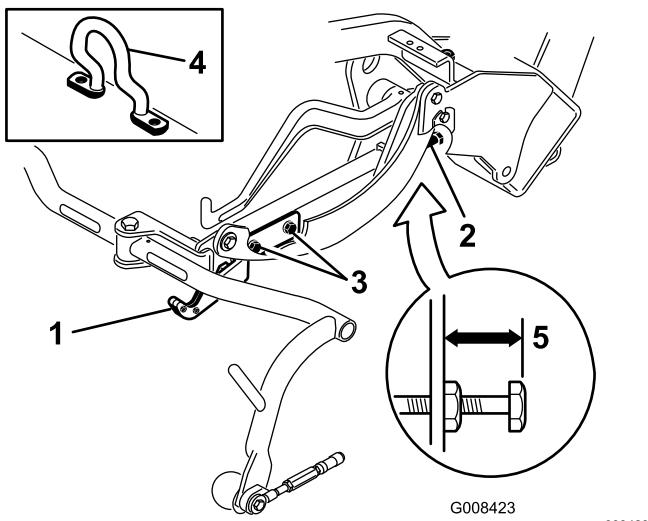
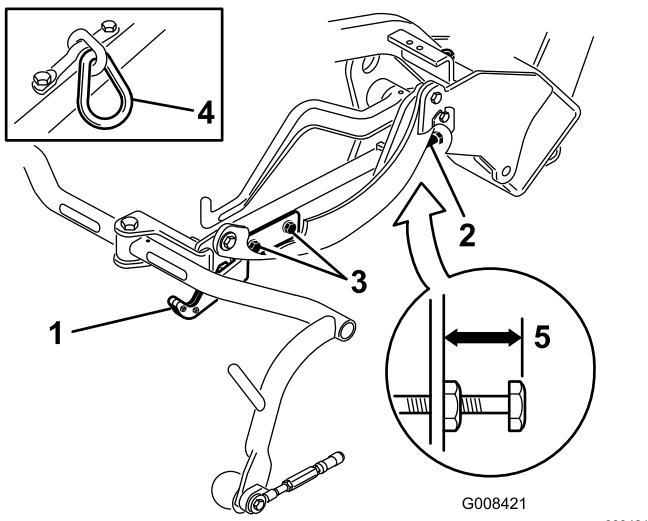
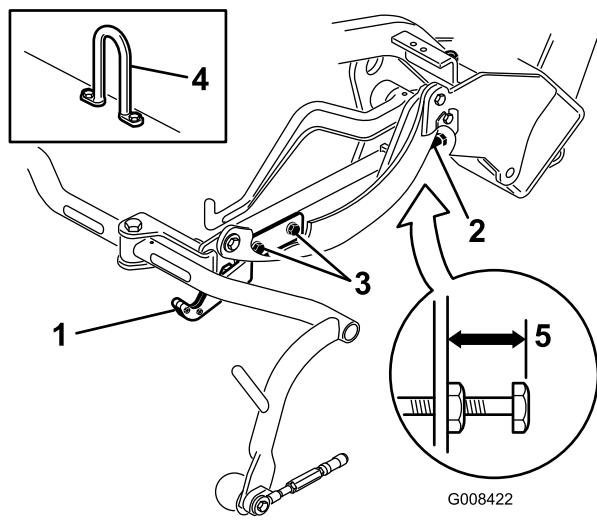

Рисунок 10
Рисунок 11
Рисунок 12
Проверьте и при необходимости отрегулируйте транспортную высоту (Рисунок 11 и Рисунок 12).
2. Если режущие блоки оснащены изогнутой подъемной проушиной (Рисунок 10, врезка), убедитесь, что расстояние от верха регулировочного винта несущей рамы до задней стороны несущей рамы составляет 25 мм. Если расстояние не равно 25 мм, перейдите к этапу 4.
3. Если режущие блоки оснащены звеном цепи или прямой подъемной проушиной (Рисунок 11 и Рисунок 12, врезки), убедитесь, что расстояние от верха регулировочного винта несущей рамы до задней стороны несущей рамы составляет 22 мм. Если расстояние не равно 22 мм, перейдите к этапу 4. Если режущий блок оборудован подъемной серьгой (Рисунок 10), переходите к следующему этапу.
4. Ослабьте винты крепления транспортной планки (Рисунок 11, Рисунок 12 и Рисунок 10).
7. Если несущие рамы находятся на разной высоте, ослабьте контргайку на регулировочном винте несущей рамы (Рисунок 10, Рисунок 11 и Рисунок 12). Выкручивайте винт для подъема и вкручивайте для отпуска. При достижении требуемой высоты затяните контргайку.